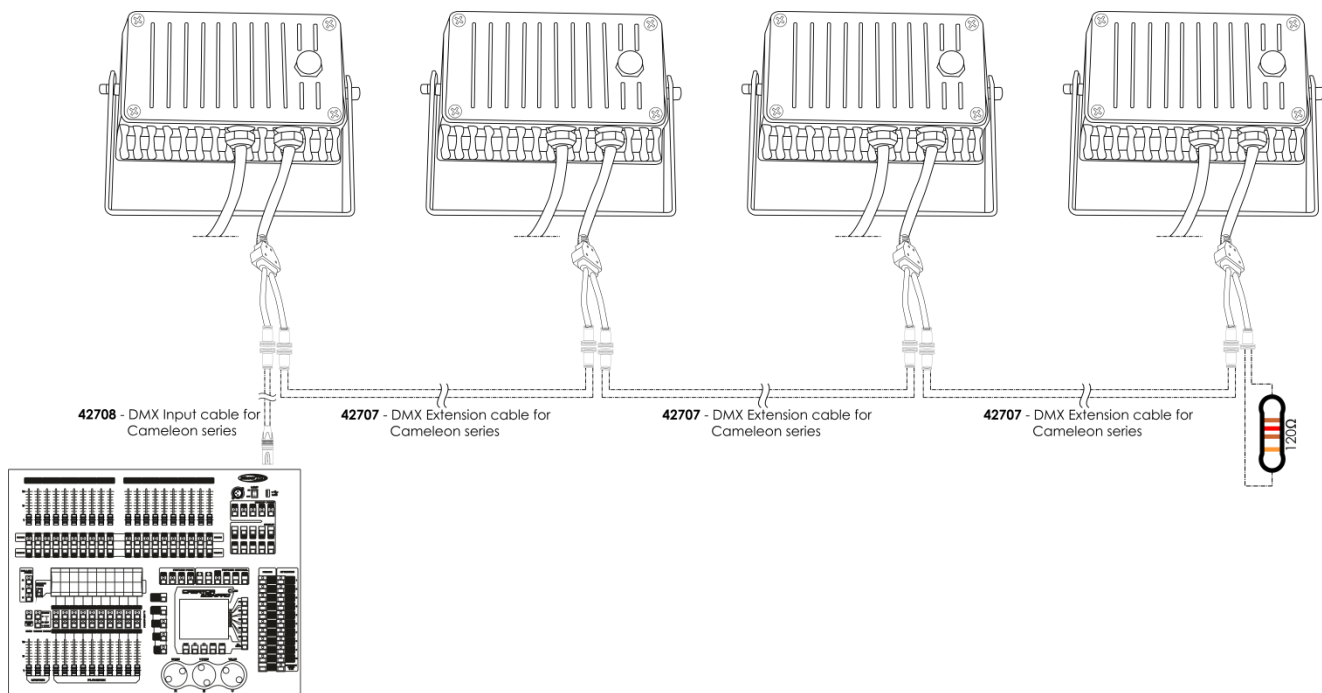

Fig. 04
- 03) Collegare le unità come illustrato nella fig. 04. Collegare un controller luci alla presa DMX "ingresso" della prima unità, utilizzando il cavo di ingresso DMX **42708**. Collegare la presa "uscita" della prima unità con la presa "ingresso" della seconda unità, utilizzando il cavo **42707** - Estensione DMX, Collegare la seconda, la terza e la quarta unità utilizzando il cavo **42707** - Estensione DMX.